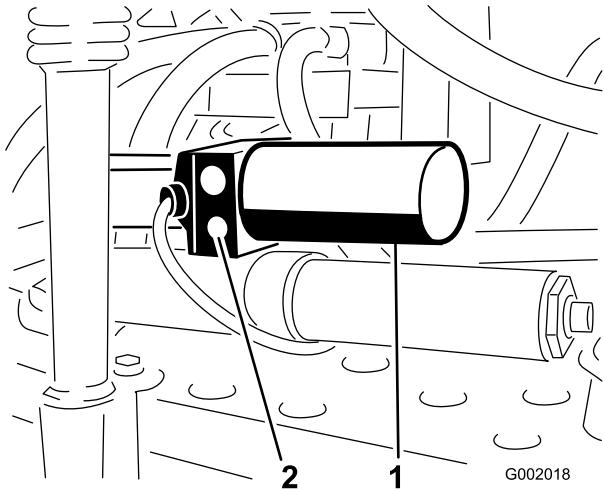

Bild 61
1. Ermitteln Sie das manuelle Überdruckventil am Aktuator jedes Spritzgestänges. Das manuelle Überdruckventil ist das kleinste Ventil. Es befindet sich nur an einer Seite des Aktuators (Bild 61).